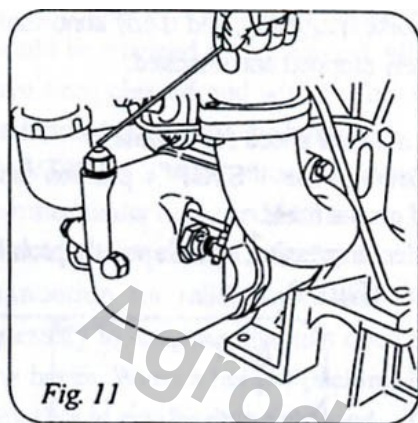

Рис.11
3.3.2 Установите рычаг контроля скорости в положении "СТОП". Удерживайте рычаг декомпрессора в левой руке в открытом состоянии, чтобы удостовериться, что двигатель находится без нагрузки. После этого проверните двигатель ручкой старта, постепенно ускоряясь (рис. 11). Появление красного поплавка означает нормальную работу насоса смазочных материалов с достаточным количеством масла. Иногда, количество масла может быть недостаточным в насосе. В этом случае, тщательно проверьте и долейте соответствующее количество масла.
Регулярно проверяйте уровень масла в системе, с помощью красного поплавка (рис.11). Если поплавок опущен – немедленно остановите двигатель для проверки масла.